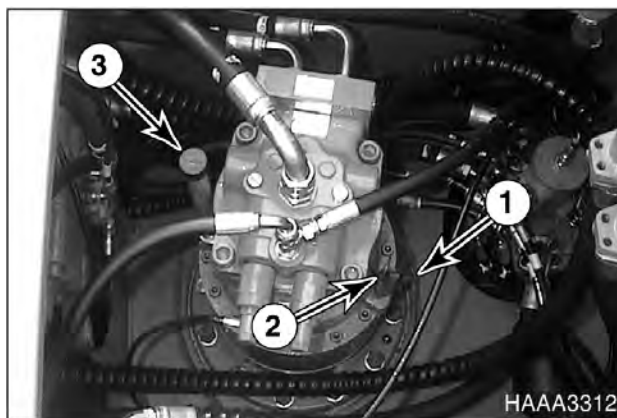

Рис. 72
2. Открыть сливной кран (1, рис. 72).
4. Снять сапун/заливную заглушку (3, рис. 72) и добавить масло до отметки "Н" на щупе (2).